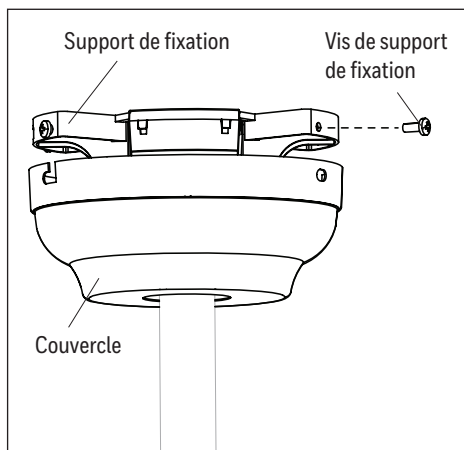

Figure 5.2
2. Soulevez le couvercle en vous assurant que les deux vis du support de fixation sont alignées sur les fentes en « J » du couvercle. Tournez ensuite le couvercle dans le sens des aiguilles d'une montre jusqu'à ce que les vis du support de fixation soient complètement engagées dans les fentes en « J ». Installez les 2 vis du support de fixation retirées précédemment dans les trous ronds. Serrez fermement toutes les vis du support de fixation (Figure 5.2).